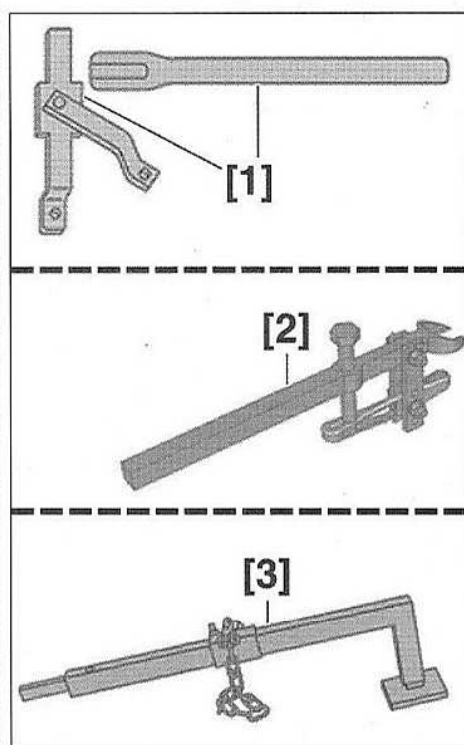

FIG.1
- [1]. Outil d'immobilisation des moyeux (référence : 6310-T) (Fig.1)